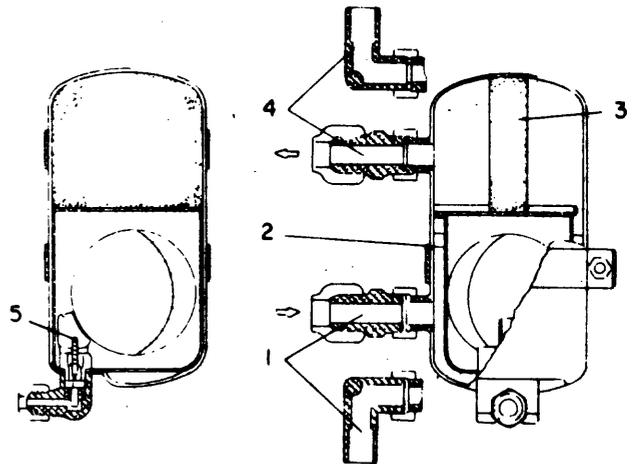

Fig. 1
El aceite separado se deposita en el fondo del depósito (2) que se mantiene caliente por el gas. De esta forma el aceite separado se mantiene caliente, por tanto con el menor contenido posible de gas refrigerante. Una válvula de flotador (5) regula el retorno de aceite al compresor (fig. 1).